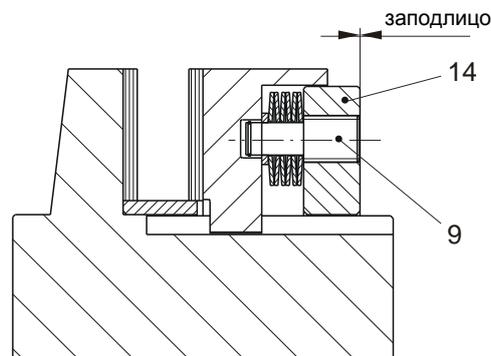

Рис. 24
4. После этого равномерно, с шагом примерно 1/4 оборота, закрутить несущие болты тарельчатых пружин (9) так, чтобы они стали заподлицо с регулировочной гайкой (14) (Рис. 24).